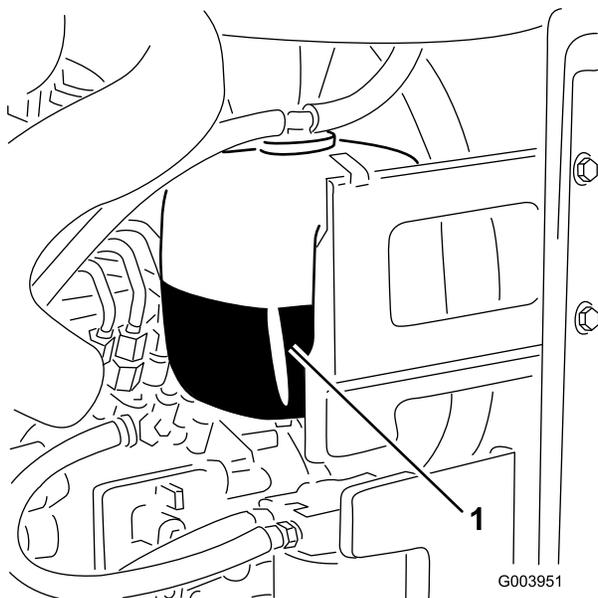

Figura 35
1. Compruebe el nivel de refrigerante en el depósito de expansión (Figura 35).